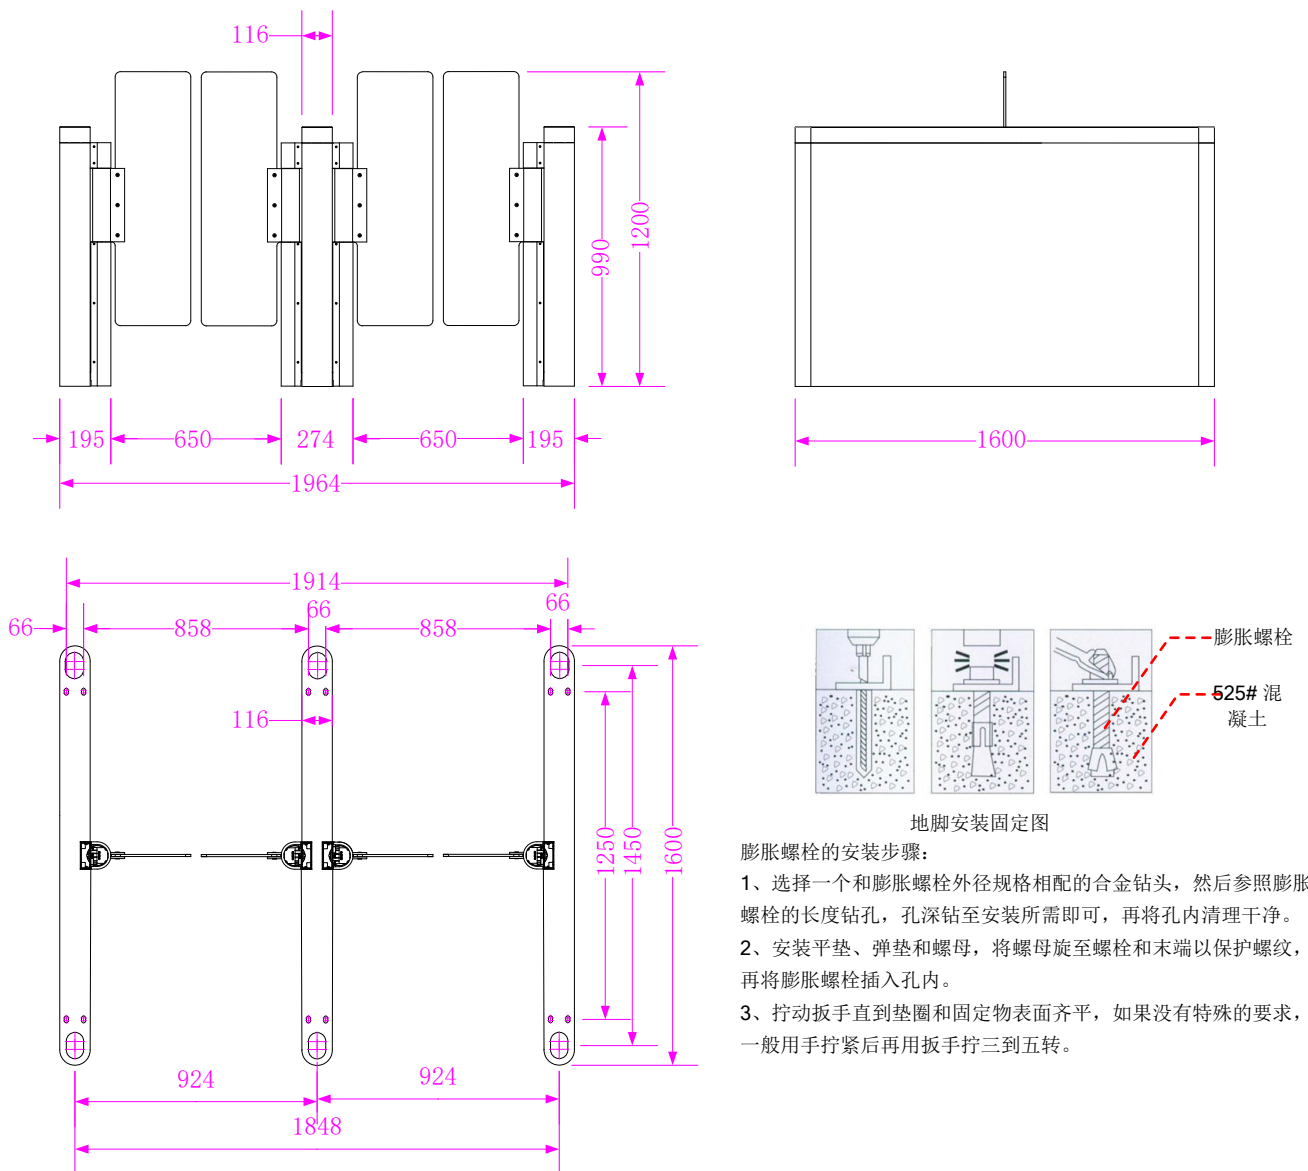

图 6.1
- (1) 准备好安装闸机需要的工具，根据装箱单挑选出辅助的部件。
- (2) 确定系统的构成和运作模式，完成系统规划后准备安装。
- (3) 确定孔位后钻孔，预先埋下 M10 的膨胀螺栓，如图 6.1 所示。